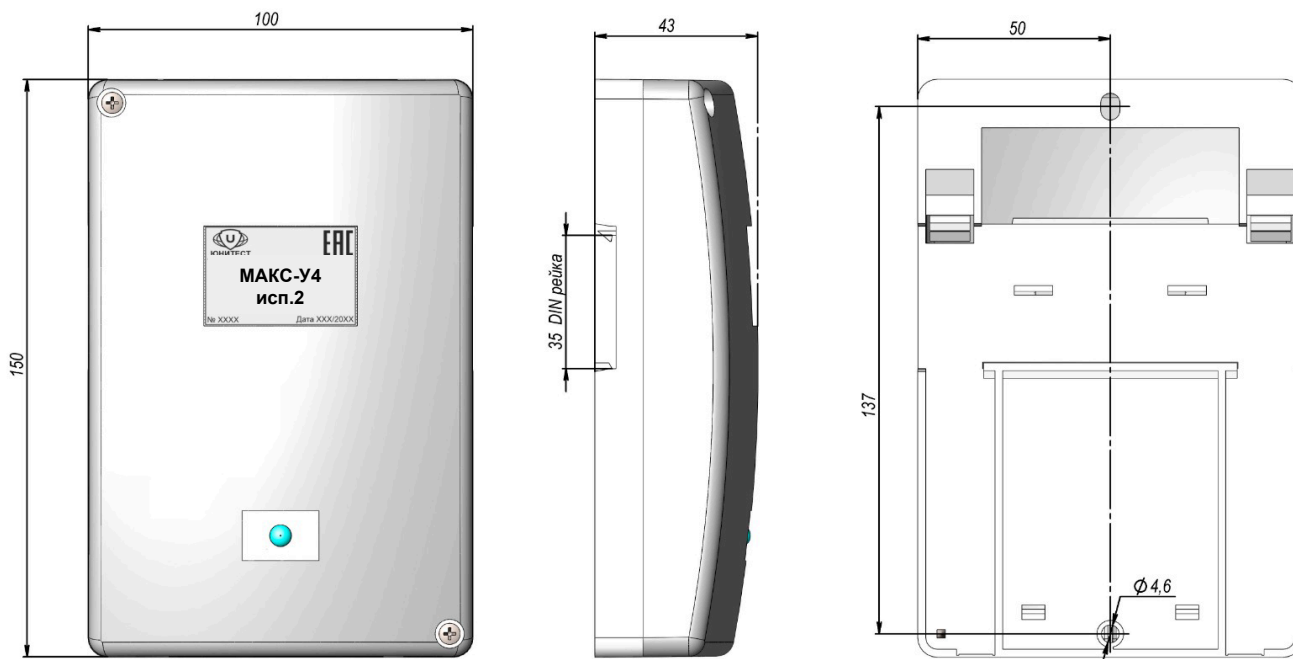

Рис.1. Габаритные и установочные размеры МАКС-У исп.2.
2.1.2. Габаритные и установочные размеры модуля показаны на рис.1.